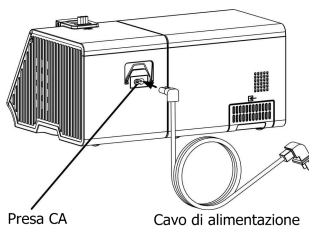

Fig. 11-3
- (1) Inserire la spina dell' Cavo di alimentazione nella presa CA sul retro del dispositivo, come mostrato nella Fig. 11-3;